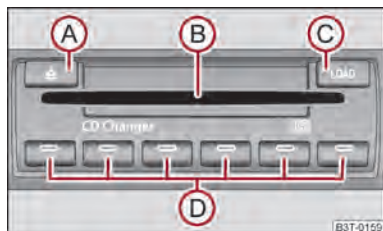

Fig. 136 Cargador de CD
- Pulse la tecla **C** → fig. 136 e introduzca el CD (Compact Disk) en la cavidad de CD **B**. El CD se coloca automáticamente en la posición libre más baja del cambiador de CD. El diodo luminiscente de la tecla correspondiente **D** deja de parpadear.